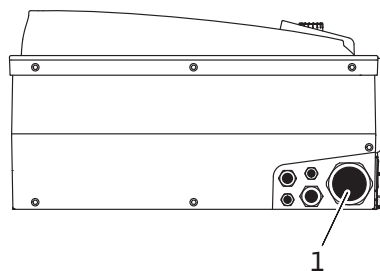

Fig. 22: Kaabli keermesühendus M40
- Toitekaabel tuleb viia läbi kaabli keermesühenduse M40 (Fig. 22, pos. 1).